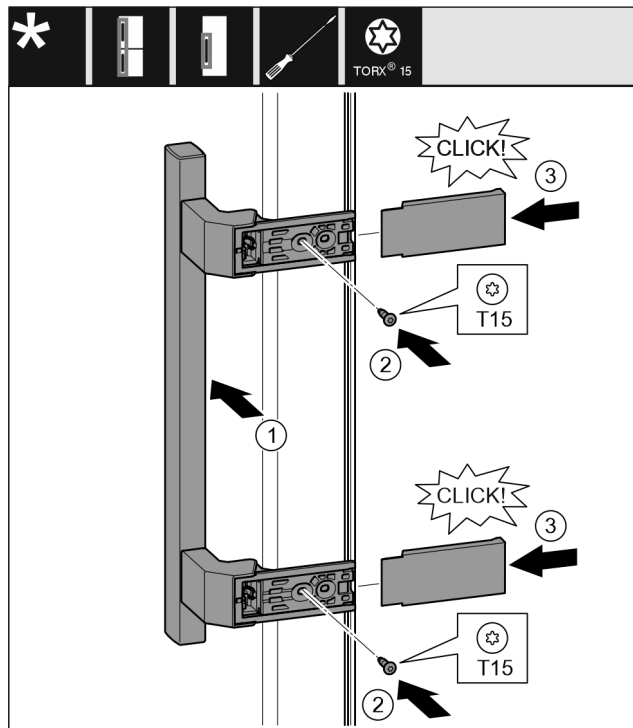

Fig. 19
- ▶ Aplicați și fixați mânerul pe partea opusă. Fig. 19 (1)
- ▶ Înșurubați ferm șuruburile cu șurubelnița T15. Fig. 19 (2)
- ▶ Aplicați lateral și împingeți capacele. Fig. 19 (3)